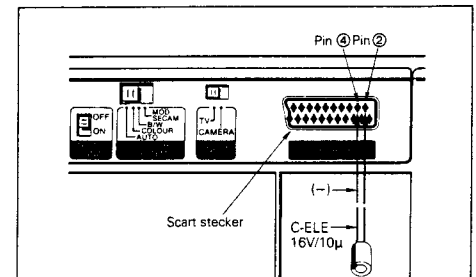

Abb. 3-10
1. Verbinden Sie einen Kondensator von 16V/10 μ F zwischen Pin ② und Pin ④ vom Scart stecker (siehe Abb. 3-10). Stellen Sie das Gerät auf Aufnahme.